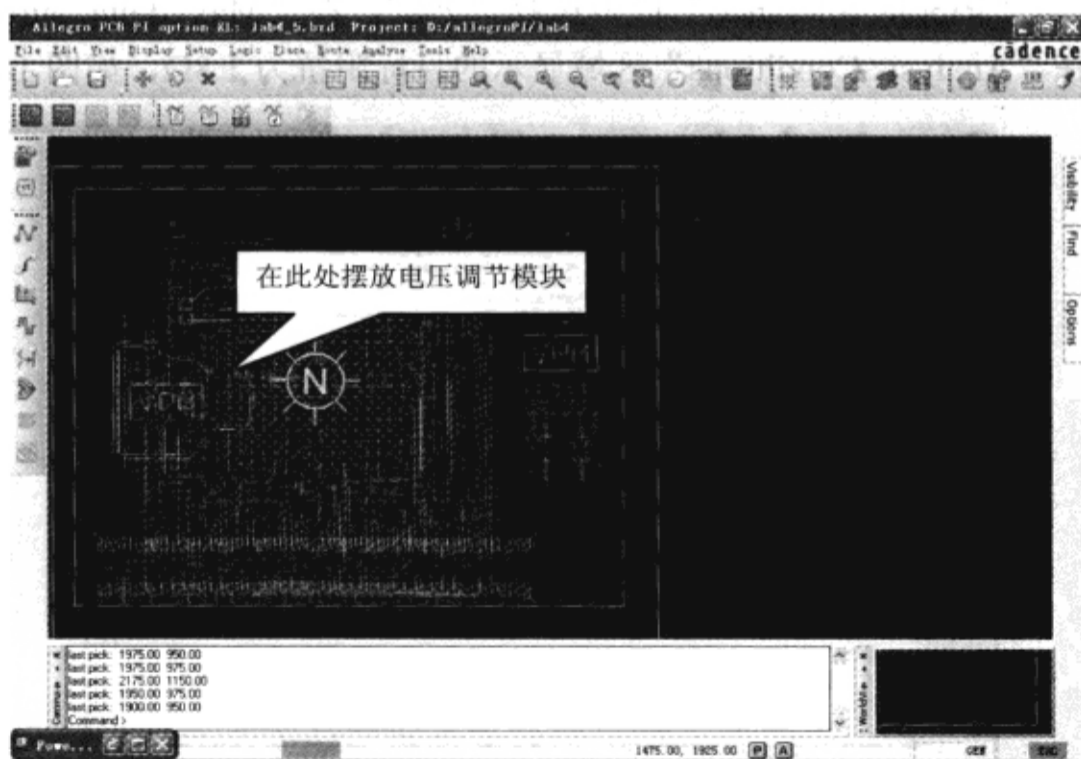

图 10-7-78 摆放电压调节模块
(4) 拖动电压调节模块图标到 PCB 左边的电压调节器，单击鼠标左键摆放这个电压调节模块，如图 10-7-78 所示。